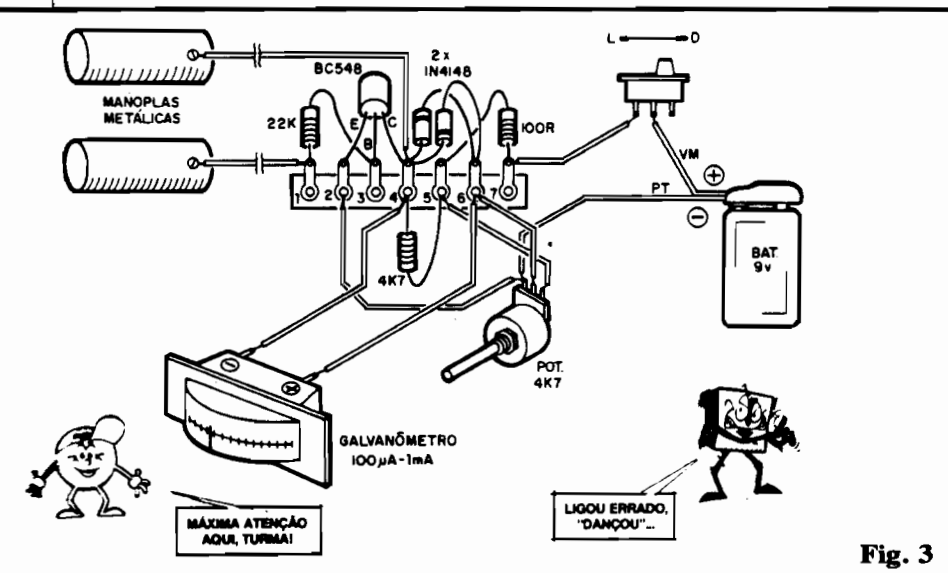

Fig. 3
- **FIG. 3** - **Lay out**, em tamanho natural, do Circuito Impresso específico para a montagem. Notem que procuramos compactar ao máximo o desenho, de modo a facilitar o "embutimento" do circuito no brinquedo definitivo... O Leitor/"Aluno" que já for "macaco velho" não encontrará dificuldades na cópia e confecção da placa... Já os "calouros" deverão consultar as "Aulas" anteriores onde as técnicas de Circuito Impresso (confecção e montagem) foram devidamente "mastigadas". De qualquer modo, o padrão é tão simples que mesmo quem nunca antes realizou uma plaquinha, con-
- FIG. 3 - “Chapeado” da montagem. Devido à extrema simplicidade do circuito (pouquíssimos componentes) e à presença do galvanômetro, que obriga a eventual caixa a ter dimensões não muito restritas, optamos pela construção na técnica “ponte de terminais” (que o Leitor/“Aluno” assíduo já praticou intensamente, nas primeiras Montagens do nosso “Curso”...). Notem que embora tal sistema de montagem e interligação seja dos mais elementares, exige alguns cuidados básicos: